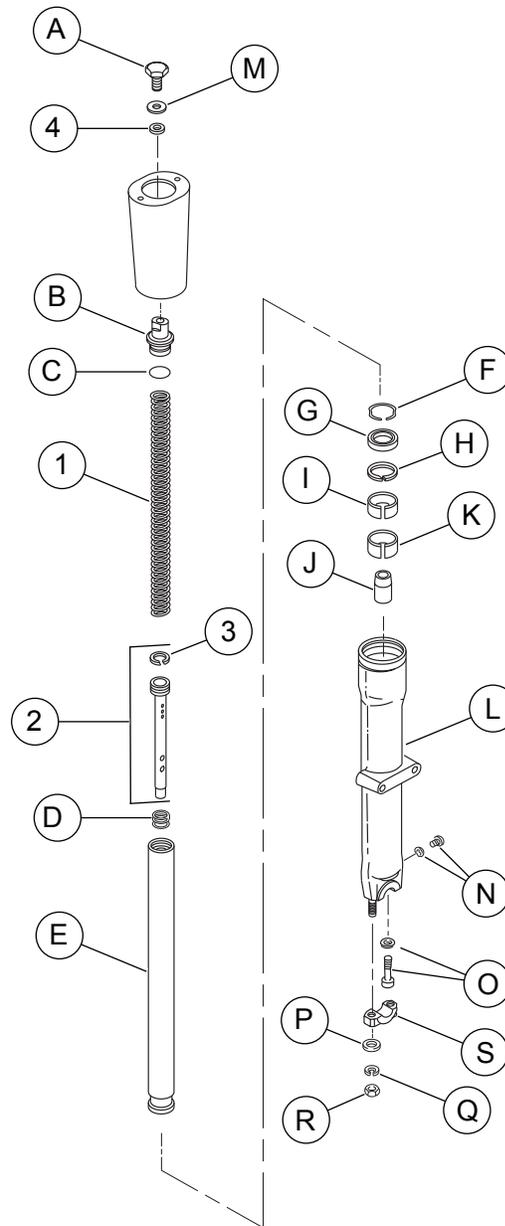

Figure 6. Pièces détachées : kit d'abaissement de suspension avant FL Softail
Voir Figure 6 et Tableau 1.
1. Voir Figure 6. Retirer les écrous (R), rondelles-frein (Q), rondelles plates (P) et le capuchon d'axe (S) des goujons d'extrémité de fourreau de fourche.
Voir Figure 6 pour les étapes 3 à 17.
Voir Figure 6 pour la procédure suivante.
- c. Voir Figure 6. Enfoncer l'attache de retenue (F) vers le bas du tube de fourche, jusqu'à ce qu'elle entre en contact avec le joint d'huile. Installer l'attache de retenue dans la gorge du fourreau de fourche. Ne pas écarter ou étirer l'attache de retenue pour l'installer sur le tube de fourche, car cela pourrait la tordre ou la déformer.